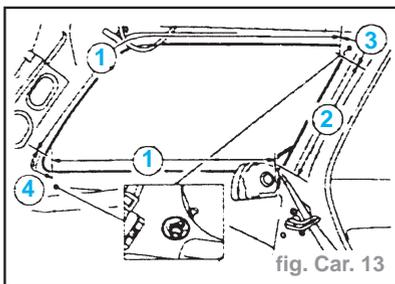

fig. Car. 13
- De l'intérieur de véhicule, couper l'adhésif PU aux profondeurs maximum données. Utiliser les lames indiquées conformément aux instructions fournies par le fabricant d'outils spéciaux. (fig. Car. 13)
- **20 mm (1)**
- **30 mm (2)**
- **50 mm (3)**
- **40 mm (4)**